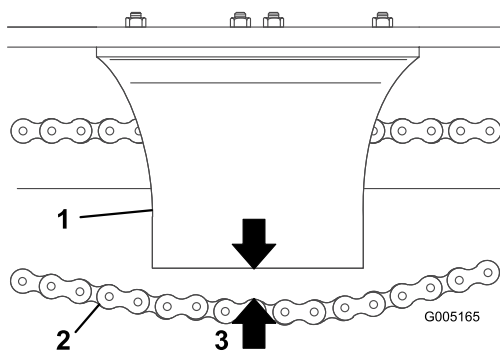

Figura 30
4. Mida la distancia entre la parte inferior del protector de la cadena y el tramo inferior de la cadena (Figura 30). Si la holgura de la cadena no está en el intervalo de 1-1/2 a 2-1/2 pulgadas (3,8 a 6,35 cm), ajuste la tensión (consulte Ajuste de la tensión).
6. Ajuste el perno tensor de la cadena hasta que la distancia entre la parte inferior del protector de la cadena y el tramo inferior de la cadena está en el intervalo de 1-1/2 a 2-1/2 pulgadas (3,8 a 6,35 cm) (Figura 30).